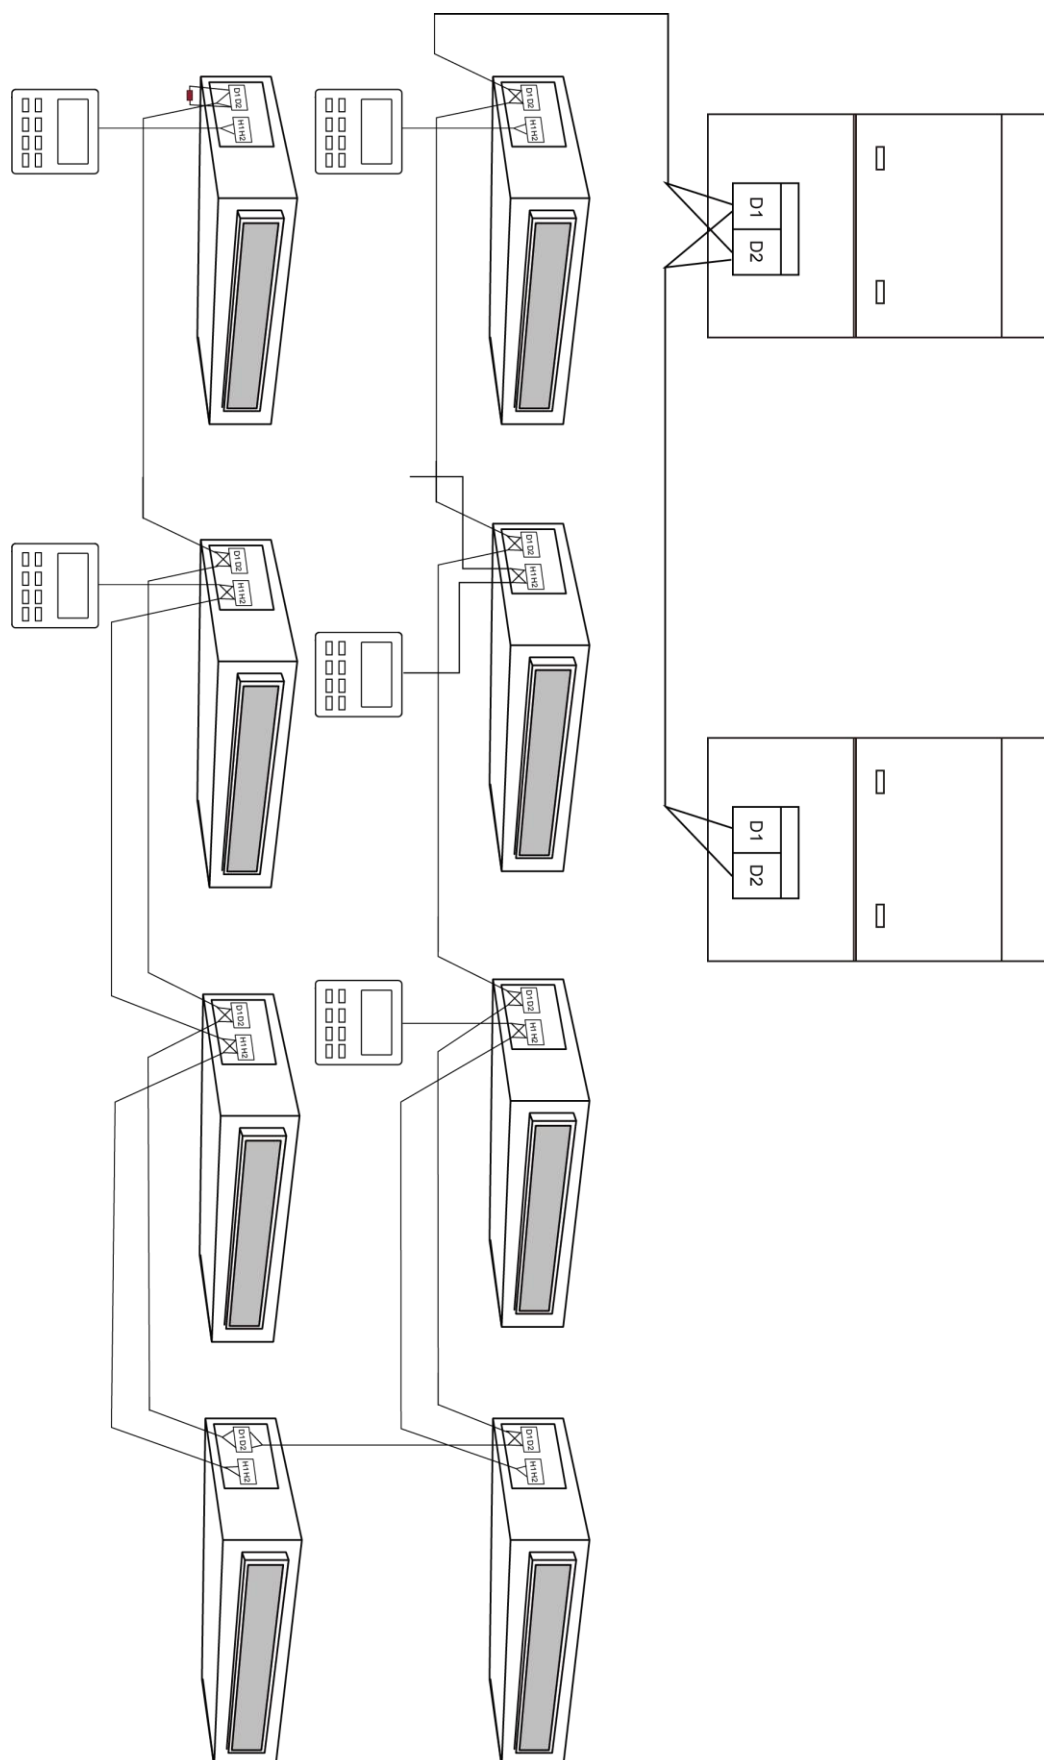

Рис.5.5
- (1) Соединительные провода внутреннего и наружного блока (или внутреннего блока) подключаются к клеммам D1, D2.
- (2) Проводной пульт управления подключается к клеммам Н1, Н2.
- (3) К одному внутреннему блоку можно подключить два проводных пульта управления, один из которых должен быть установлен как ведущий (мастер), другой как ведомый (раб).
- (4) Один проводной пульт управления может управлять 16 внутренними блоками одновременно (как показано на рис.5.5).